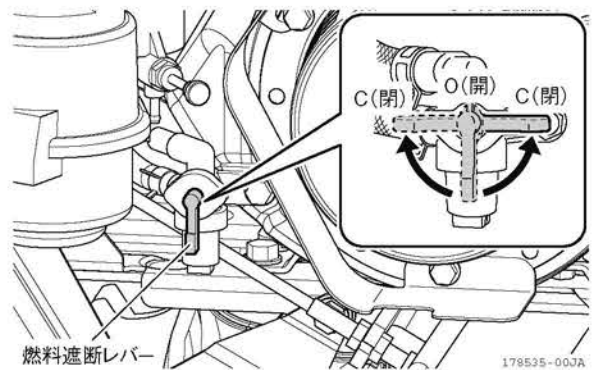

図 4-23 燃料遮断レバー
1. 燃料遮断レバーを「C」(閉)位置にします。(図 4-23)